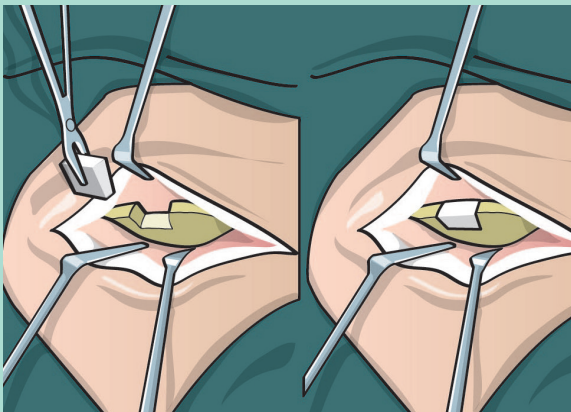

Fig. 4a
1. b.Bone™ moet veilig in de botholte of het defecte gebied, en in direct contact met de botranden, worden geïmplant (Afb. 4a) (zie voor meer informatie paragraaf 3.1.1)